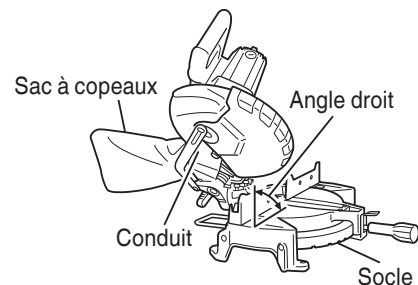

Fig. 26
- (1) Si le sac à copeaux est plein, les copeaux sortent du sac quand la lame tourne. Vérifier le sac à copeaux périodiquement et le vider avant qu'il ne soit plein.
(2) Lors d'une coupe de biseau ou d'une coupe mixte, fixer le sac à copeaux à angle droit sur la surface du socle comme indiqué à la Fig. 26.